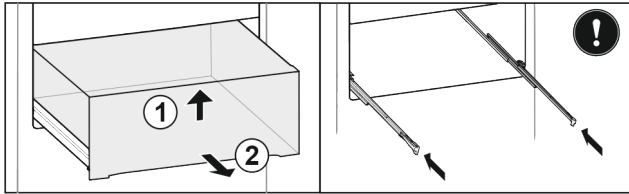

Fig. 19
- ▶ Schubfach vorne anheben Fig. 19 (1).
- ▶ Nach vorne entnehmen Fig. 19 (2).